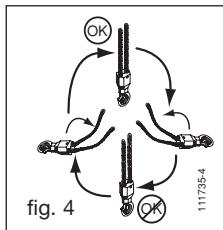

fig. 4
2. Verificar se a corrente de elevação não sofreu qualquer torção durante a instalação, em particular para a versão dois troços (ver fig. 4).